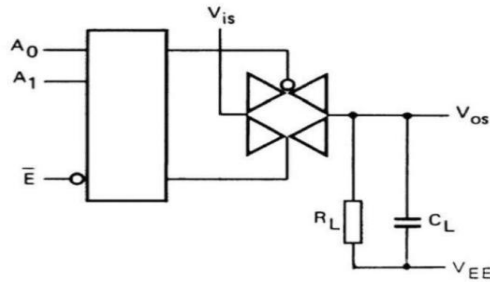

图3
1. RL=10KΩ到 VEE ; CL=50pF 到 VEE ; E = VSS; Vis=VDD (方波); 如图 3 所示
2. RL=10KΩ; CL=50pF 到 VEE ; E = VSS; An=VDD (方波); 测量 t_{PLH} 时 Vis=VDD,RL 到 VEE; 测量 t_{PHL}时 Vis=VEE,RL 到 VDD, 如图 3 所示
3. RL=10KΩ; CL=50pF 到 VEE ; E = VDD (方波); 测量 t_{PHZ} 和 t_{PZH} 时, Vis=VDD, RL 到 VEE ; 测量 t_{PLZ}和 t_{PZL} 时; Vis=VEE,RL 到 VDD; 如图 3 所示
6. $R_L=10K\Omega$ 到 V_{EE} ; $C_L=15pF$ 到 V_{EE} ; E 或 $A_n=V_{DD}$ (方波); 干扰是 $|V_{os}|$ (峰值); 如图 3 所示